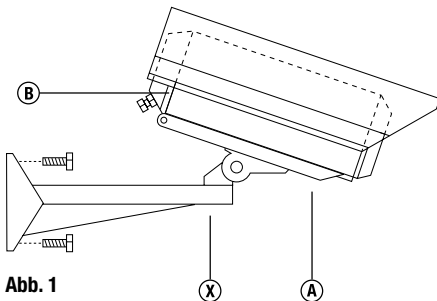

Abb. 1
1. Befestigen Sie den Wandarm (X) an der Montageposition. Verwenden Sie dazu geeignete Schrauben mit 8mm Durchmesser und passenden Dübeln (Abb. 1).
2. Lösen Sie die Schraube (A) und drehen Sie die zwei Deckelschrauben (B) heraus (Abb. 1). Verwenden Sie dazu einen 4mm Innensechskantschlüssel. Für leichteres Arbeiten an den Deckelschrauben (B) schieben Sie das Sonnenschutzdach leicht nach vorn.